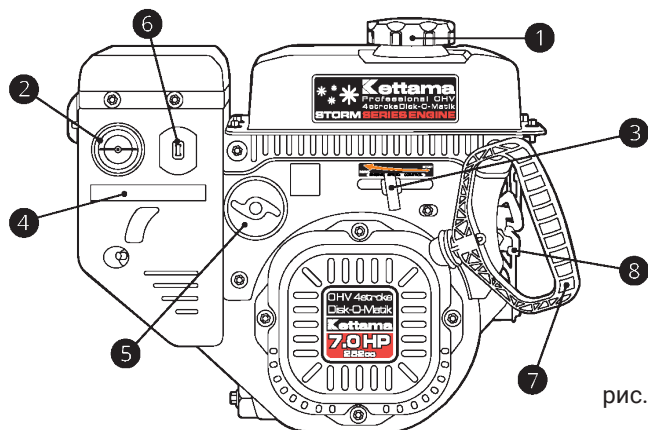

рис. 17
- Откройте крышку 1 топливной заливной горловины (рис. 17).